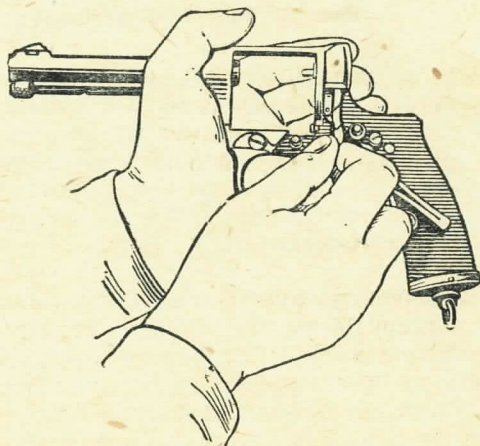

Рис. 36. Как отделить ползун
10) отделить ползун от рамки, предварительно отведя его насколько возможно вниз (рис. 36);